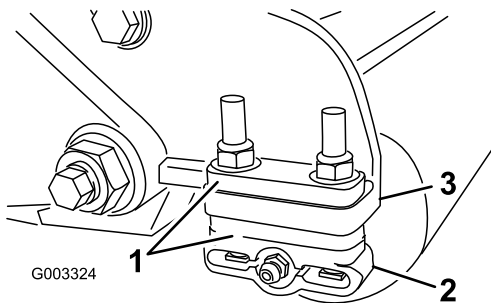

Bild 13
1. Legen Sie die benötigte Anzahl von Distanzstücken unter den Befestigungsflansch der Seitenplatte (Bild 13), um die Halterungen der hinteren Rolle (Bild 13) auf die gewünschte Schnitthöhe einzustellen, siehe Schnitthöhentabelle.